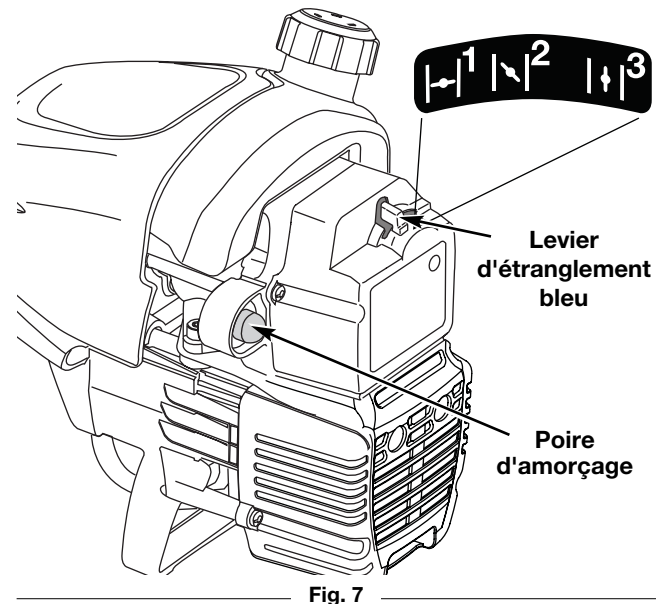

Fig. 7
2. Pressez et relâchez la poire d'amorçage à 10 reprises, lentement. Une certaine quantité d'essence **devrait être visible dans la poire d'amorçage** et les conduites d'essence (Fig. 7). Si vous n'apercevez pas d'essence dans la poire, pressez et relâchez la poire autant de fois qu'il le faut pour y voir de l'essence.
3. Placez le levier d'étranglement bleu en **position 1** (Fig. 7).
5. Placez le levier d'étranglement bleu en **position 2** (Fig. 7).
8. Une fois que le moteur est chauffé, placez le levier bleu d'étranglement en **position 3** (Fig. 7). La machine est prête à être utilisée.
Si... le moteur hésite, remettez le levier en **position 2** (Fig. 7) et continuez à le chauffer.